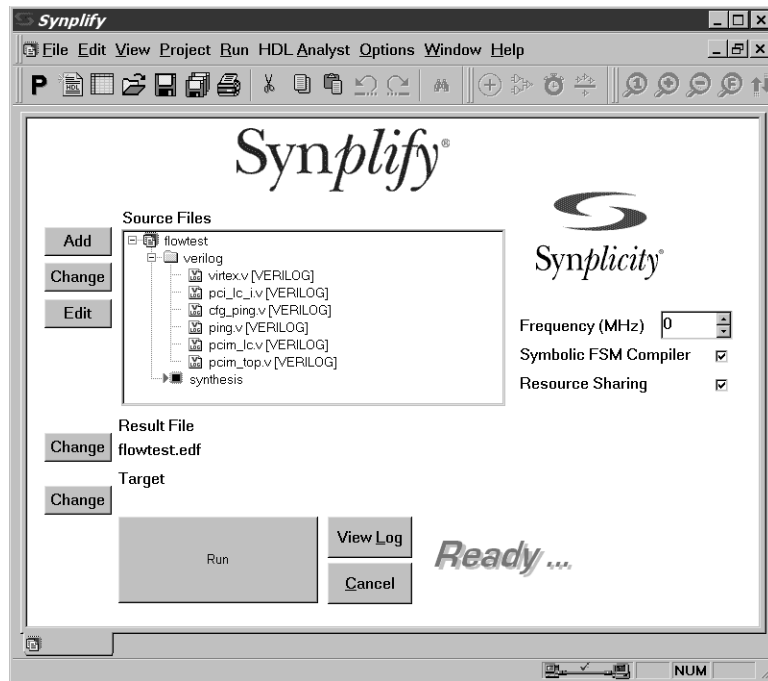

图 5-6：显示源文件的主项目窗口
10. 重新排列文件夹中源文件的顺序，方法是拖动这些文件，将其按图 5-6 所示层级顺序排列。